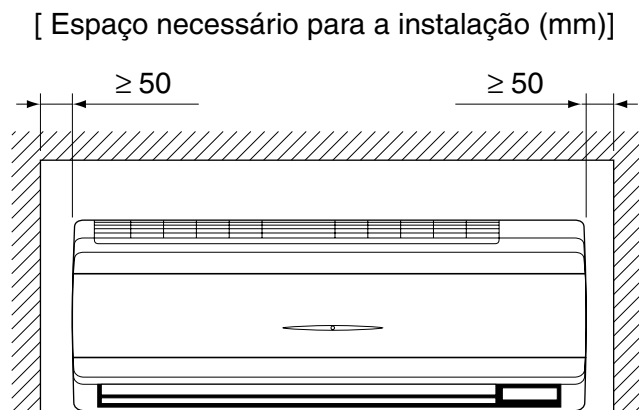
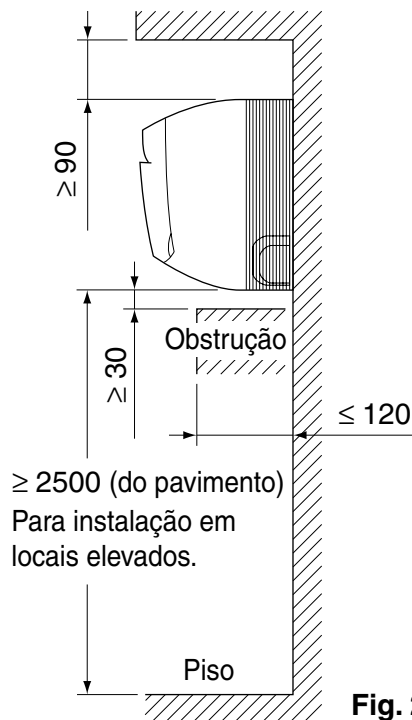

Fig. 1
Fig. 2
(1) Escolha um local de instalação que satisfaça as seguintes condições e que seja do agrado do cliente.
- Onde haja espaço suficiente para manutenções e serviços em geral. **(Consulte a Fig. 1 e Fig. 2)**